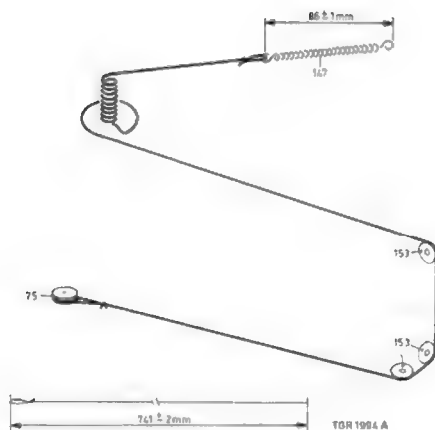

Fig. 24
- Sled pos. 150 moet zodanig bevestigd worden, dat deze bij het uitwerpen van de weergegeven cassette de koordrol pos. 153 niet raakt.
- De lengte van veer pos. 147 moet in deze toestand  $86 \pm 1$  mm bedragen (zie fig. 24). Dit is in te stellen door de wikkelderhouding van koord pos. 509 op poelie pos. 137 iets te wijzigen.